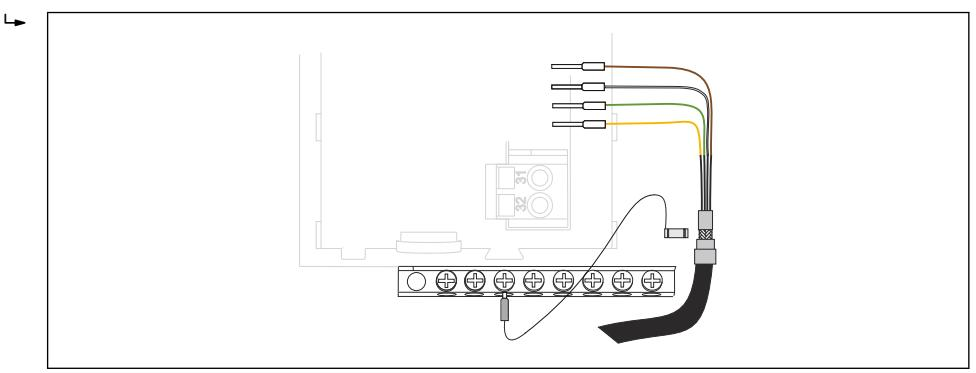

图 21 端子接线排
- ▶ 插槽未全部使用时，对于非防爆型设备：必须在最后一个模块右侧的 → (图 18, 图 21)。这样才能保证设备不受冲击影响。